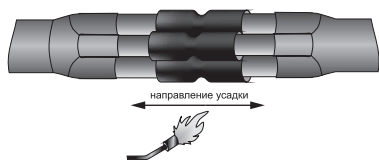

Рисунок 13
4.24 Надвинуть на каждую гильзу трубку для изолирования гильзы. Установить их по центру гильзы и усадить, начиная с середины и далее в направлении торцов. После усадки трубки по торцам должен быть виден расплавленный клей (рисунок 13).